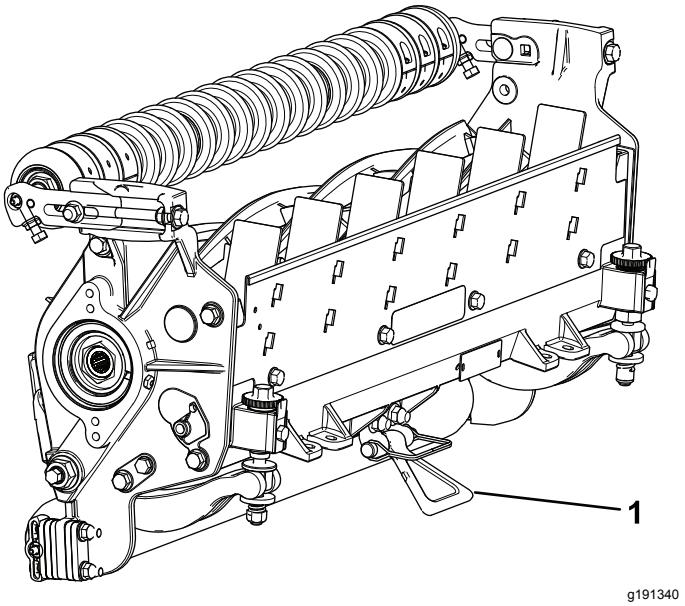

**Figura 12**
- Gire los tornillos de ajuste de la barra de asiento en sentido antihorario para asegurarse de que la barra no está en contacto con el molinete (Figura 12).